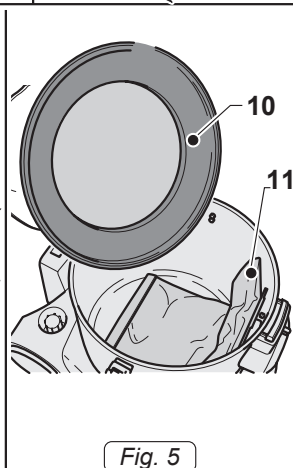

Fig. 5
- Quitar el filtro (10 Fig. 5) de poliéster.
- Revisar, en su caso, de que la bolsa de papel se coloca dentro de la máquina (11 Fig. 5).
- Si la bolsa de papel (11 Fig. 5) no está presente, se debe instalar, en caso necesario, actuando como sigue:
- Poner el filtro (10 Fig. 5) de poliéster.